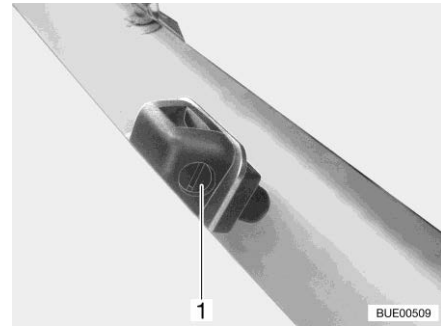

Bild 51 Scheibenwaschdüsen (Variante 2)
- Mit einem geeigneten Schraubendreher an der Stellschraube (Bild 51,1) drehen, bis die gewünschte Stellung erreicht ist.